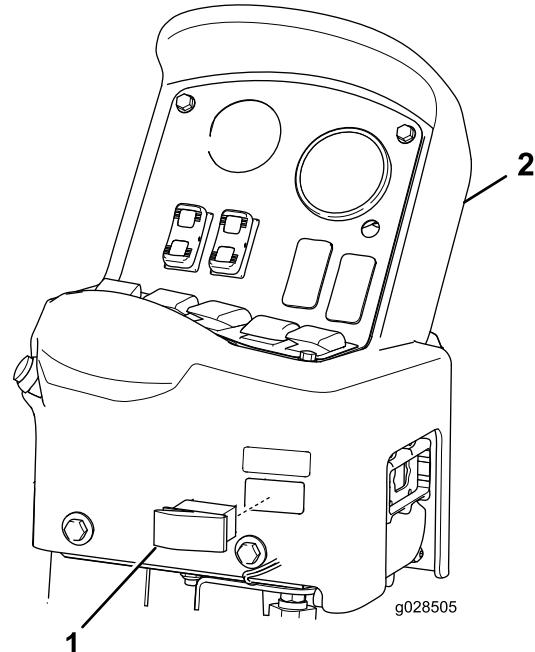

Figura 11
3. Montate l'interruttore a bilanciere nell'apertura del quadro di comando (Figura 11) fino a quando l'interruttore non scatta in posizione.
- Rimuovete l'interruttore di accensione dalla superficie inferiore destra del quadro di comando (Figura 11).